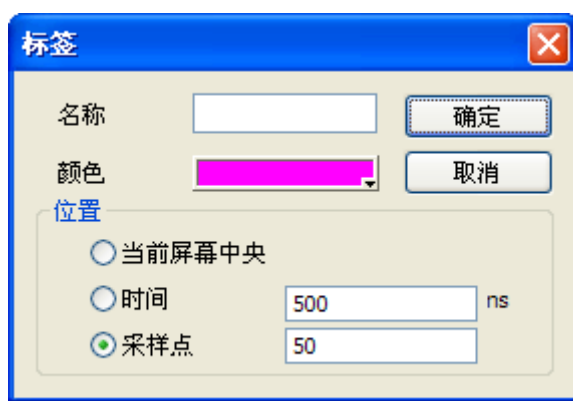

图 6.19 标签对话框
- **步骤1**：点击工具栏中的快捷按钮或选择菜单中【分析】-【增加标签】选项，弹出如图 6.19所示的对话框。